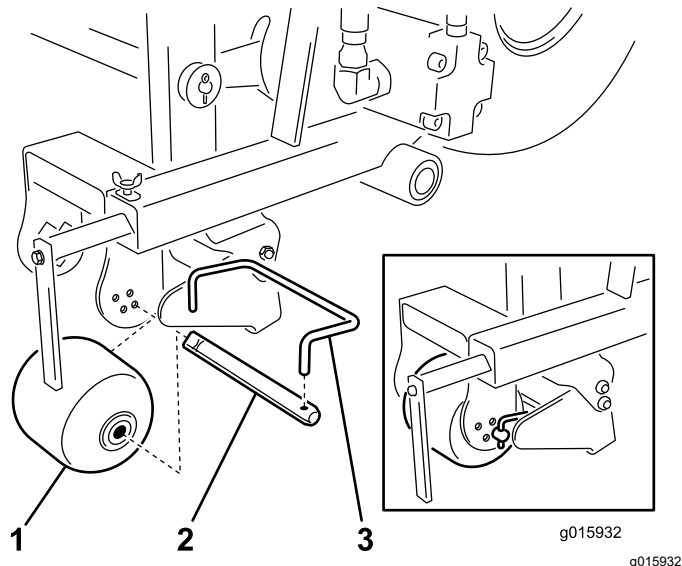

Рисунок 13
3. Снимите шток скребка с вала катка (Рисунок 13).
4. Снимите вал катка с катка (Рисунок 13).